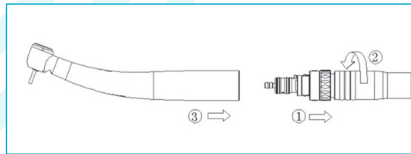

Fig. 6-11
- Atornille el acoplamiento LED en la manguera para turbinas (Fig. 6-11①).
- Apriete el tapón de rosca de la manguera para turbinas con la mano (Fig. 6-11②).
- Monte el dispositivo médico con precisión en el acoplamiento LED hasta que se bloquee de forma audible en el dispositivo médico (Fig. 6-11③).